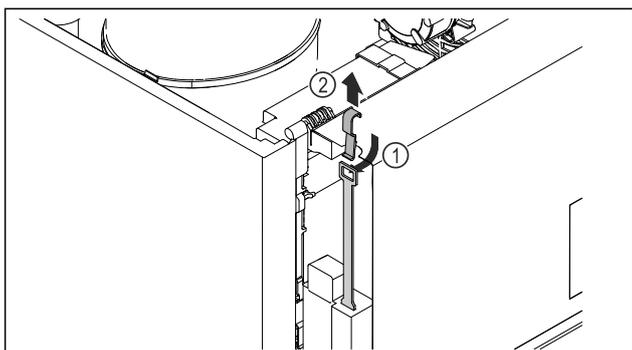

Fig. 209
- ▶ Vložte klíč pro nouzové odblokování shora Fig. 209 (1), zahákněte jej za zámek a vytáhněte nahoru Fig. 209 (2).